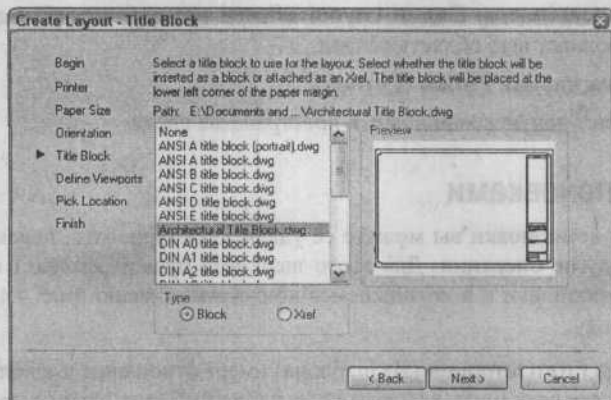

Рис. 4.10. Выбор блока штампа в окне мастера Create Layout
6. Выберите необходимый блок штампа либо элемент списка None (Нет), как показано на рис. 4.10.